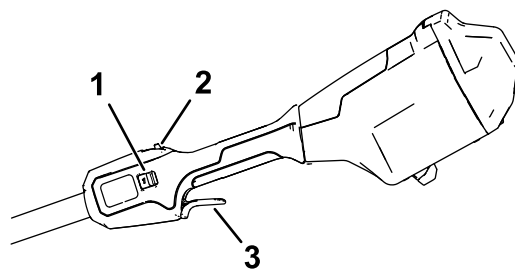

Figura 9
5. Per avviare la macchina, premete il blocco della levetta, quindi premete la levetta di azionamento (Figura 9).